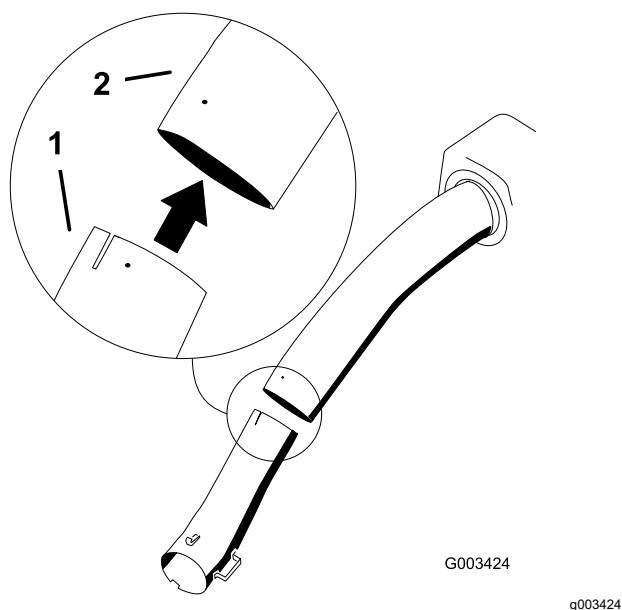

Figure 23
7. Instale el tubo inferior en el tubo superior (Figure 23).